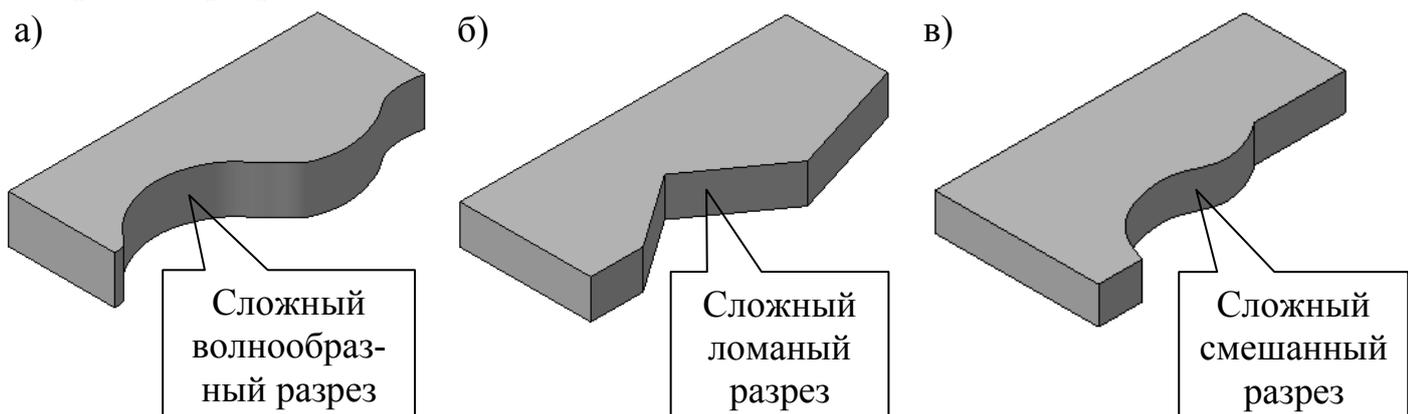

Рис. 11
8. Какие из представленных на рис. 11 трехмерных моделей детали можно отредактировать в системе КОМПАС-3D 9.0 при помощи операции **Зеркально отразить тело**, расположенной на *Панели инструментов Редактирование детали*, путем указания в качестве плоскости симметрии любого сегмента (грани) поверхности отсечения сложного ломанного или волнообразного разреза детали?
- а) Детали представленные на рис. 11, а и б;
- б) Детали представленные на рис. 11, б и в;
- в) Детали представленные на рис. 11, а и в;
- г) Детали представленные на рис. 11, а, б и в;